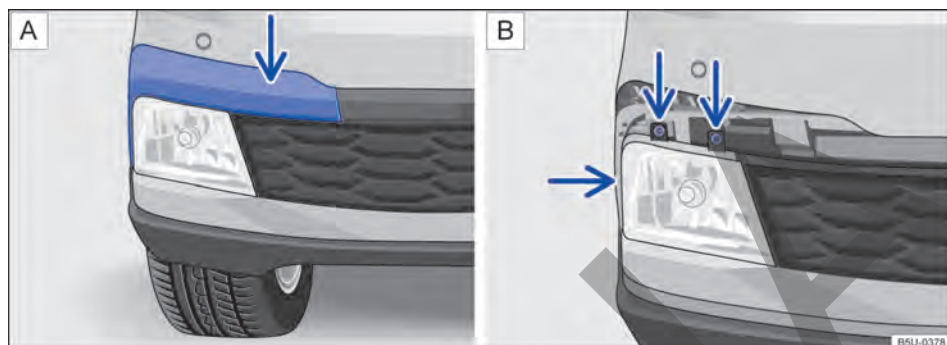

Fig. 186 En el paragolpes delantero: [A] desinstalar la moldura del farol de neblina y [B] retirar los tornillos del farol de neblina.
2. Desenganchar la moldura, con cuidado → ⓘ, primero del lugar indicado por la flecha → fig. 186 [A]. Desmontar completamente para acceder a los tornillos del farol de neblina.
3. Retirar los tornillos de fijación indicados por las flechas → fig. 186 [B].